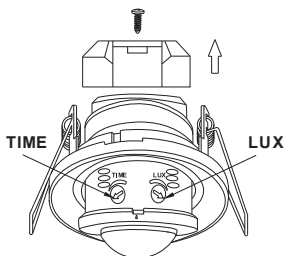

Рисунок 15 – Датчик движения ДД 401
- открутить винт, снять крышку, защищающую контактные зажимы (рисунок 15);